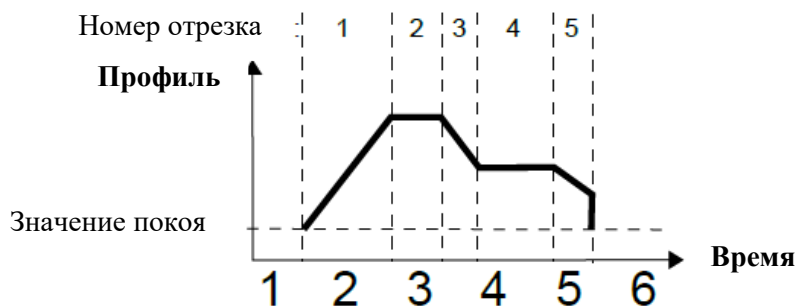

Рисунок 2.65
- «по уровню» – означает, что профиль запустится, когда источник сигнала будет иметь значение > 0 , в противном случае (если исходное значение ≤ 0) профиль запущен не будет (см. рисунок 2.65, и пример «а» на рисунке 2.66);
- «по фронту (раз)» – означает, что запуск профиля будет осуществлен по фронту сигнала источника (от значения ≤ 0 до значения > 0). После того, как профиль запущен, он будет выполнен полностью, независимо от изменений сигнала источника (см. рисунок 2.65 и пример «а» на рисунке 2.66);
- «по фронту» – означает, что запуск профиля будет осуществляться по фронту сигнала источника (от значения ≤ 0 до значения > 0). Этот режим, в отличие от режима «по фронту (раз)» подразумевает, что профиль будет запускаться вновь каждый раз, когда фронт сигнала источника будет соответствовать указанным параметрам (см. рисунок 2.65 и пример «а» на рисунке 2.66).